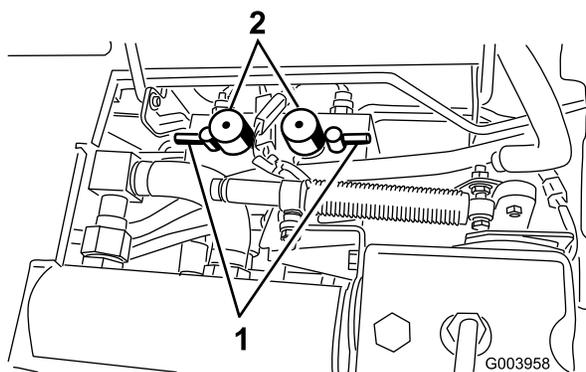

Figura 85
5. Ponga los mandos de velocidad de ambos molinetes en la posición 1 (Figura 85).
6. Seleccione la palanca de autoafilado correspondiente a los molinetes a autoafilar: delantero, trasero o ambos (Figura 85).